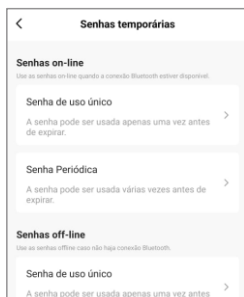

Figura 30
5. En la siguiente pantalla, seleccione la opción deseada para crear una nueva clave dinámica en línea (figura 30):